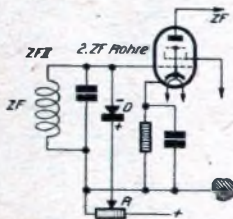

Abb. 2. Der Amplitudenbegrenzer, der eine Dämpfung eintretender starker Störungen bewirkt.
**Rechts:** Abb. 2. Beim Drehko mit log. Plattenchnitt erscheinen zwischen 70 und 80 Skalenteilen weniger Sender (kleinerer Frequenzabstand: b); zwischen 10 und 20 Skalenteilen mehr Sender (größerer Frequenzabstand: a).
Naturgemäß sind also bei Drehkos mit logarithmischer Kennlinie die Rundfunksender nicht gleichmäßig über den Skalenbereich verteilt. Ein Blick auf das in Abb. 2 dargestellte Frequenzdiagramm zeigt das. Für den Wellenbereich 200 bis 600 m sind zwei Kennlinien eingetragen, die gerade für den Frequenzdrehkondensator, die gekrümmte für den logarithmischen Drehko. Die Sender sind innerhalb der ersten Drehhälfte (bis etwa 50 Skalenteile) zusammengedrängt, während sie in der zweiten Hälfte auseinandergezogen werden.